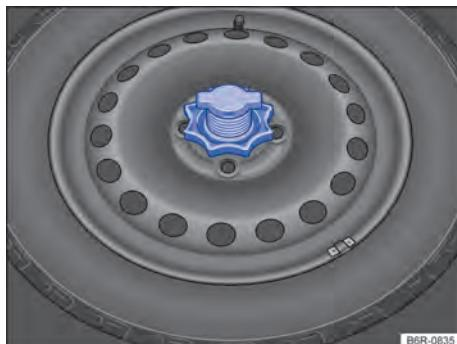

Fig. 144 No compartimento de bagagem: manípulo para fixação da roda de emergência.
- Girar totalmente o manípulo localizado no meio da roda de emergência → **Fig. 144**, no sentido anti-horário, e remover a roda de emergência.